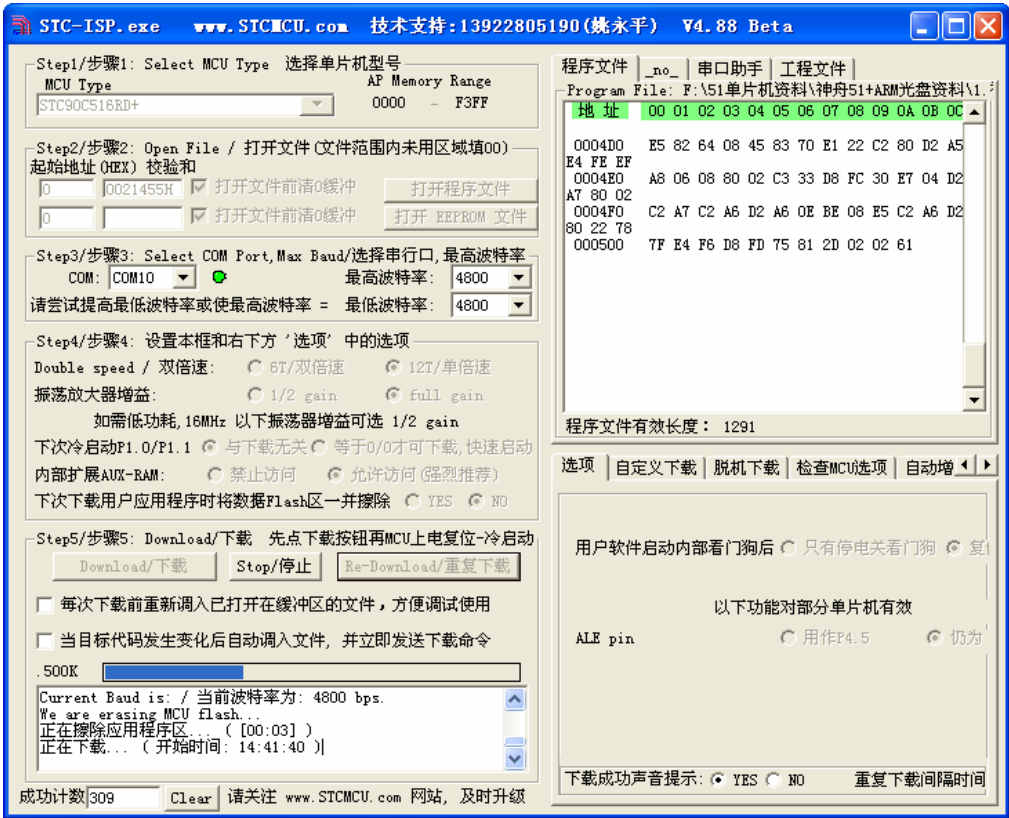

图 3-9 程序下载中
6. 完成之后，按下神舟 51 单片机开发板上的开关，先关电 1 秒钟，然后再上电，就会出现如下图 3-9 的下载提示：